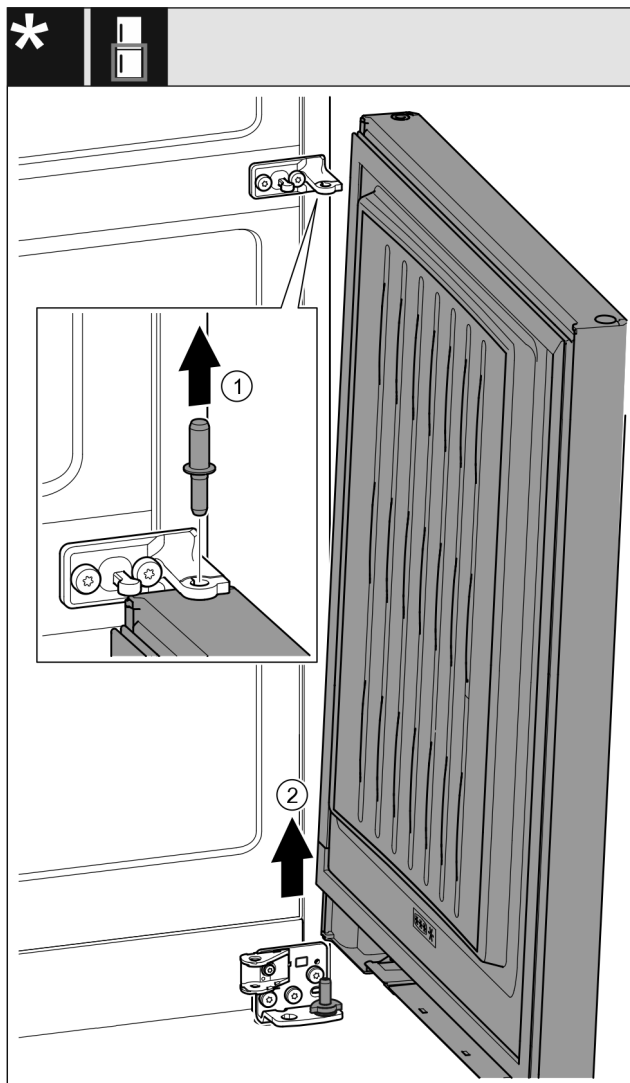

Fig. 23\*
- ▶ Čep vytáhněte nahoru. Fig. 23 (1)\*
- ▶ Dveře kýváním vysadte a odložte stranou. Fig. 23 (2)\*